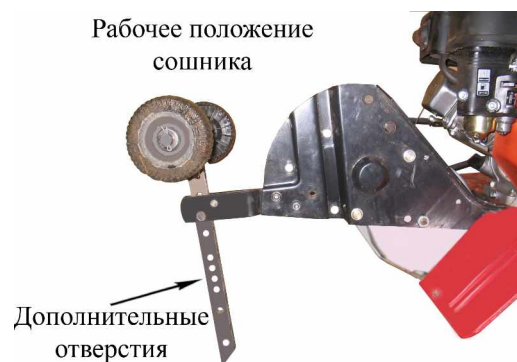

Рис. 4.
- Установить сошник в кронштейн сошника колесами вверх. См. Рис. 4.